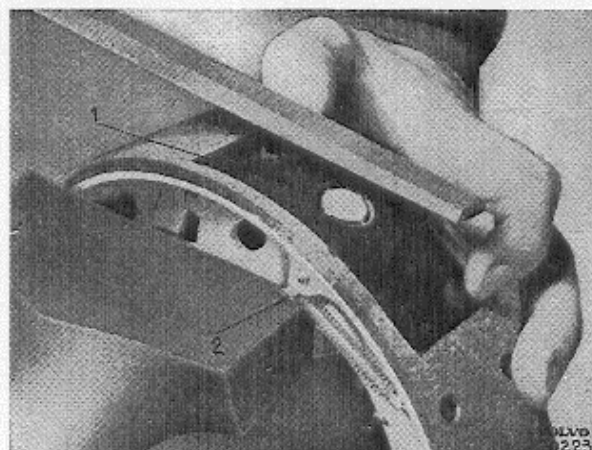

Abb. 24. Kontaktbolzen einstellen.
Mit dem Kontaktbolzen in seiner äußeren Stellung wird die Bremsbacke in einen Schraubstock gespannt. Der Nocken des Hebels (2 Abb. 24) soll auf einer Schraubstockbacke aufliegen, damit der Kontaktbolzen während der Einstellung nicht hineingedrückt werden kann und dadurch eine falsche Einstellung verursacht.
Einstellvorrichtung (1) über den Kontaktbolzen legen und überstehenden Teil über der Einstellvorrichtung abfeilen (Abb. 24). Der Kontaktbolzen steht dann 0,1 mm über der Bremsbelagoberfläche.